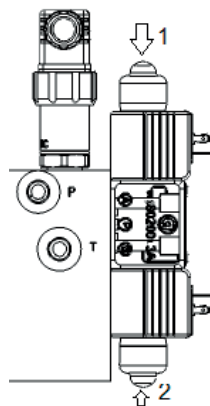

Рис.7.
2. Нажмите на кнопку управления вверх клапана и удерживайте ее (см. рис. 7 стрелка 1).
2. Нажмите на кнопку управления вниз клапана и удерживайте ее (см. рис. 7 стрелка 2).